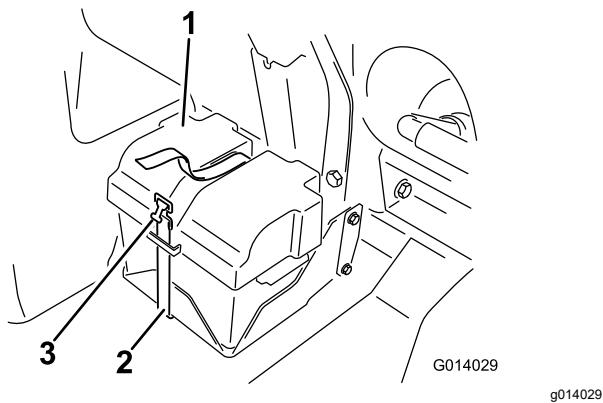

Figura 94
- Retire la tapa de la batería y desconecte el cable negativo (negro) del borne de la batería (Figura 94).
4. Instale la tapa de la batería y sujétela con la corredera que retiró anteriormente (Figura 94).